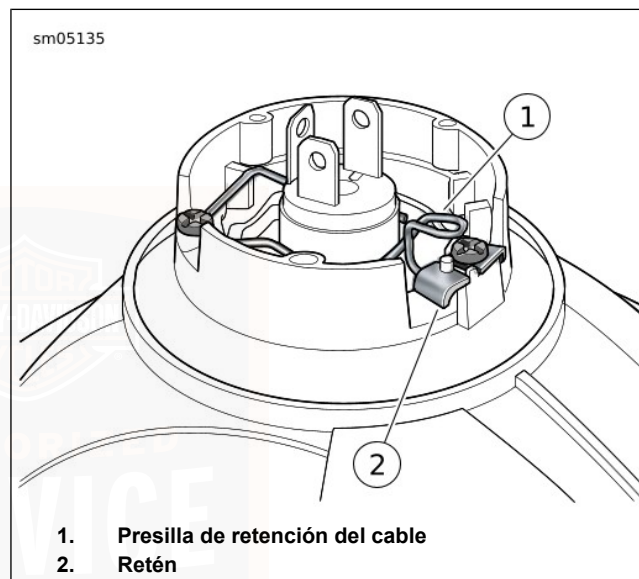

Figura 64. Presilla de retención del cable
3. Vea Figura 64. Libere la presilla de retención del cable (1) del retén (2).
6. Vea Figura 64. Asegure la presilla de retención del cable (1) debajo del labio de retén (2).